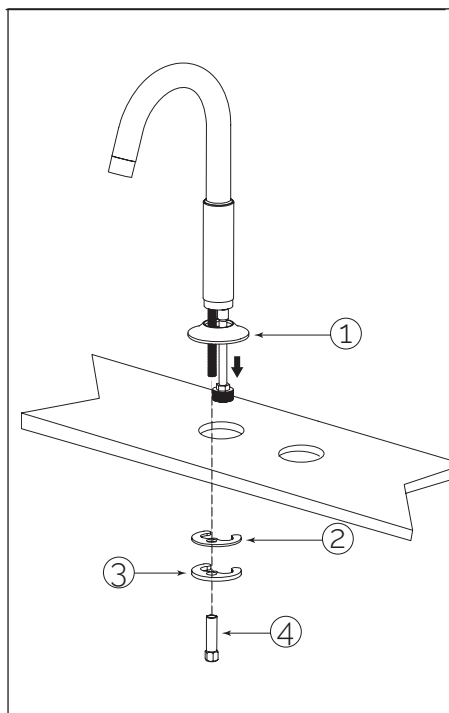

Fig.1
Insert the spout (1) into the hole ($\varnothing$ 1-3/8") of the sink or countertop as shown (Fig.1). Then, insert the rubber washer (2), the metal washer (3) and secure the spout with the metal nut (4).
Insérer le bec (1) dans le trou ($\varnothing$ 1-3/8") de la surface tel qu'illustré (Fig.1). Ensuite, enfiler la rondelle en caoutchouc (2), la rondelle en métal (3) et fixer le bec avec l'écrou métallique (4).